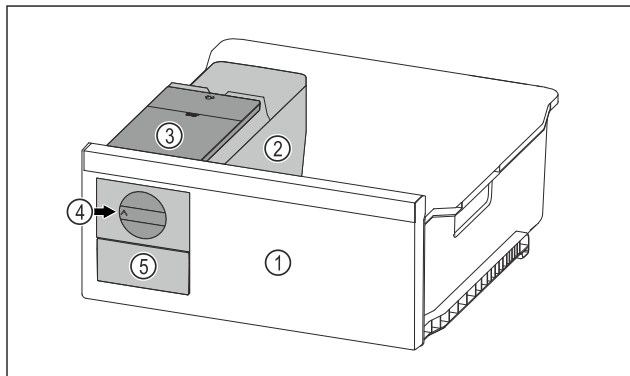

Fig. 128 Voorbeeld
- ▶ Draaiknop Fig. 128 (4) rechtsonder tot aan de aanslag draaien.
- ▶ Ijsblokjes vallen uit de ijsblokjes-schaal in de ijsblokjeslade Fig. 128 (5).